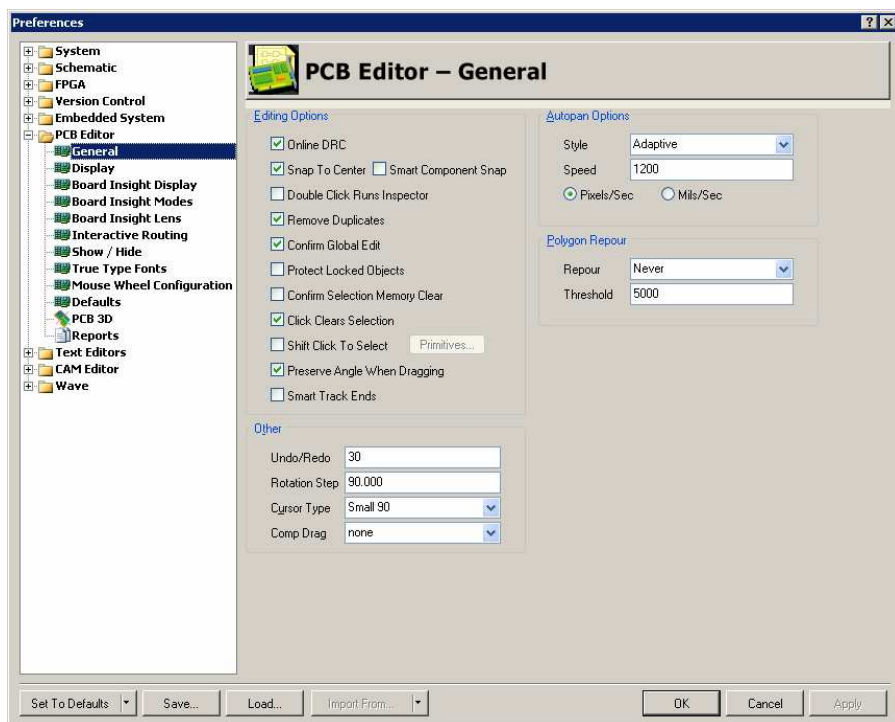

图 7.31 “Preferences”对话框
- (1) 启动 Altium Designer, 在工作区打开新建的 PCB 文件, 启动 PCB 设计界面。
- (2) 在主菜单中选择“Tools”->“Preferences”命令, 打开如图 7.31 所示的“Preferences”对话框。